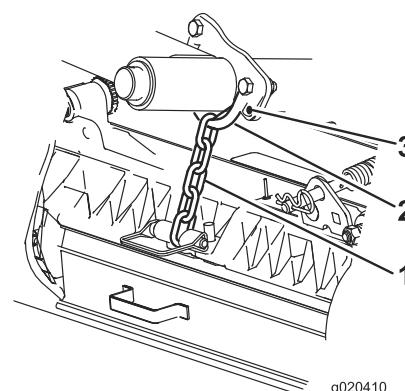

Figure 18
L'emplacement de fixation de la chaîne du bras de levage détermine l'angle d'inclinaison du rouleau arrière (Figure 18).
+ Signifie que le support en U du bras de relevage est placé dans le trou inférieur (Figure 18).\* Cylindre de service à 5 lames de 69 cm (réf. 115-8270) ou cylindre de service à 5 lames de 81 cm (réf. 115-8282)
**Remarque:** Lorsque le support en U (Figure 18) du bras de relevage est placé dans le trou inférieur, 3,5 degrés sont ajoutés à l'angle d'inclinaison du rouleau arrière.